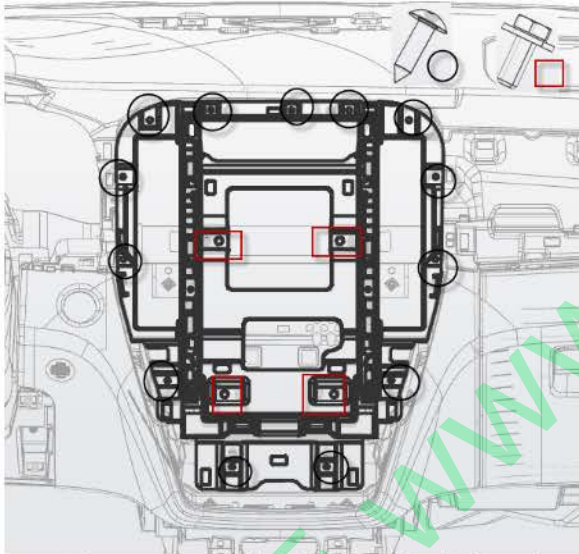

图 1-23 PAD 安装支架总成装配状态示意
(1) 拆卸 PAD 安装支架总成之前先保证拆卸了中盖板。
(2) 用十字螺丝刀拆卸 13 个十字槽大半圆头自攻螺钉 (Q2734216F3A) 如图 1-23 中圆圈标识。
(3) 用套筒拆除 4 个六角头螺栓和大垫圈组合件 (BYDQ1400616T1F3A) 如图 1-23 中方框标识。